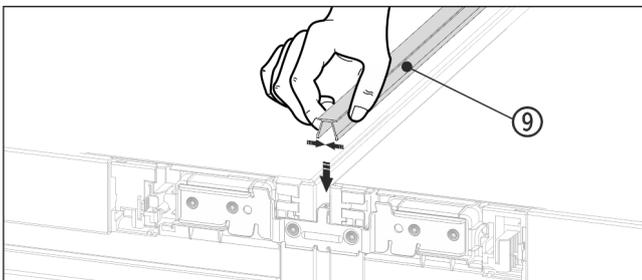

Fig. 23
- ▶ 在表面，将短护板条 Fig. 23 (9) 压入水平缝隙中。